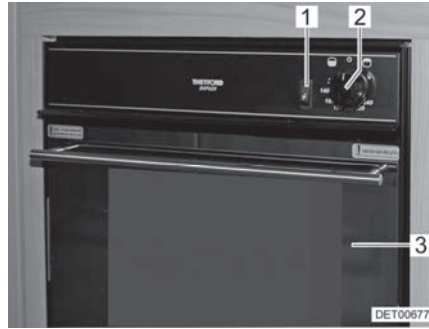
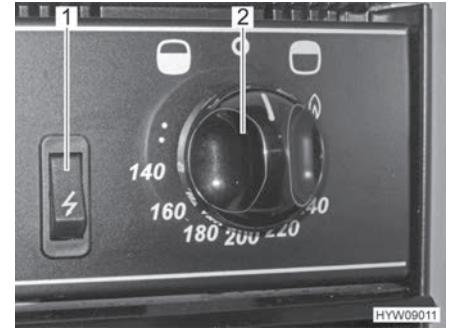

Bild 181 Gasbackofen mit Grill
Bild 182 Bedienelemente (Gasbackofen mit Grill)
- Backofenklappe (Bild 181,3) ganz öffnen.
- Drehregler (Bild 181,2 und Bild 182,2) drücken und entgegen dem Uhrzeigersinn (in Richtung Backofen-Symbol "🔥") auf maximale Einstellung stellen.
- Drehregler (Bild 181,2 und Bild 182,2) drücken und 5 bis 10 Sekunden lang gedrückt halten. Es strömt Gas zum Brenner.
- Zündschalter (Bild 181,1 und Bild 182,1) so lange drücken, bis die Flamme brennt.
- Drehregler (Bild 181,2 und Bild 182,2) drücken und im Uhrzeigersinn (in Richtung Grill-Symbol "🔥") auf das Flammensymbol stellen.
- Drehregler (Bild 181,2 und Bild 182,2) auf "O" drehen. Die Flamme erlischt.